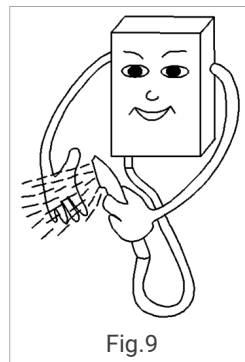

Fig.9
- (1) Ruotare la manopola di regolazione del flusso d'acqua per controllare il flusso e la temperatura dell'acqua e la sua temperatura.
- (2) Ruotare la manopola di regolazione del gas per controllare la fiamma del bruciatore del bruciatore, controllando così la temperatura dell'acqua calda.
- (3) Chiudere la valvola di uscita dell'acqua calda e l'apparecchio smetterà di funzionare automaticamente smetterà di funzionare automaticamente.
- Testare la temperatura dell'acqua con la mano prima della doccia, per evitare scottature (Fig. 9).